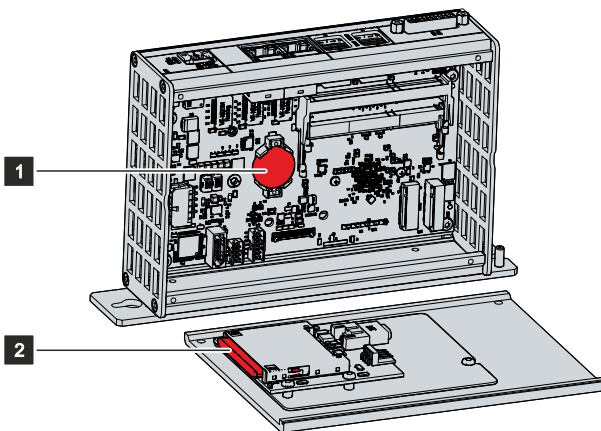

Abb. 16: Batterie und CFast
Sie haben nun Zugriff auf Batterie (1) und CFast (2) (siehe Abb. 16).